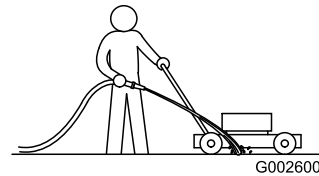

Figura 25
1. Con el motor en marcha sobre una superficie plana pavimentada, dirija un chorro de agua hacia delante de la rueda trasera **derecha** (Figura 25).